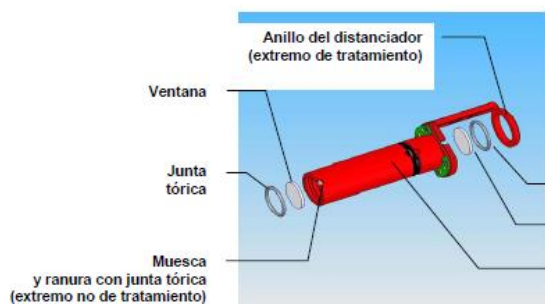

Figura 6.2: Ventanas del distanciador Smart
Todos los conjuntos de distanciadores Smart tienen dos ventanas que protegen los elementos ópticos del sistema de suministro y las lentes internas (figura 6.2). Además de estas ventanas, el distanciador para lesión pigmentada (PL) lleva una lente extraíble contenida en el alojamiento del anillo del distanciador (figura 6.3) que entra en contacto con la superficie tratada de la piel.